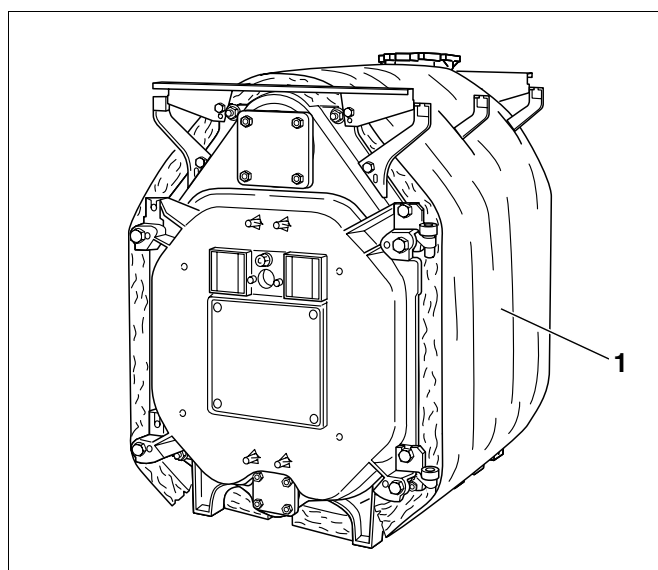

Fig. 41 Kedelkrop med isolering
- Den medfølgende isolering (fig. 41, **pos. 1**) passer til kedelstørrelsen. Isoleringen skal anbringes på kedelkroppen i henhold til det i figur 42 viste skema (tallene over isoleringen, som vises udbredt, svarer til antallet af kedelelementer).